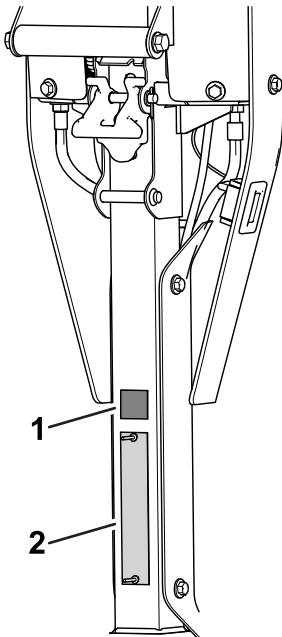

Figura 10
- Coloque o autocolante CE/UKCA acima da placa do número de série (Figura 10).